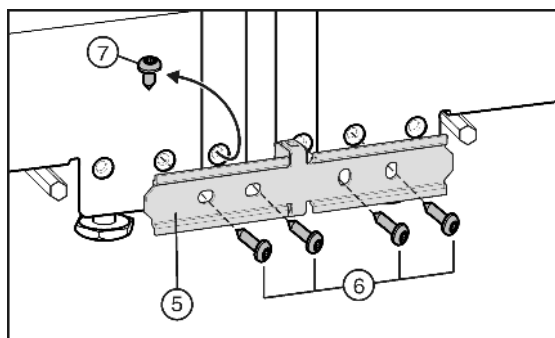

Fig. 6
- Om skåpet är utrustat med den förmonterade skruven Fig. 6 (7): skruva ut skruven.
- Fäst förbindelseplåten Fig. 6 (5) löst på ett skåp med två skruvar Fig. 6 (6).